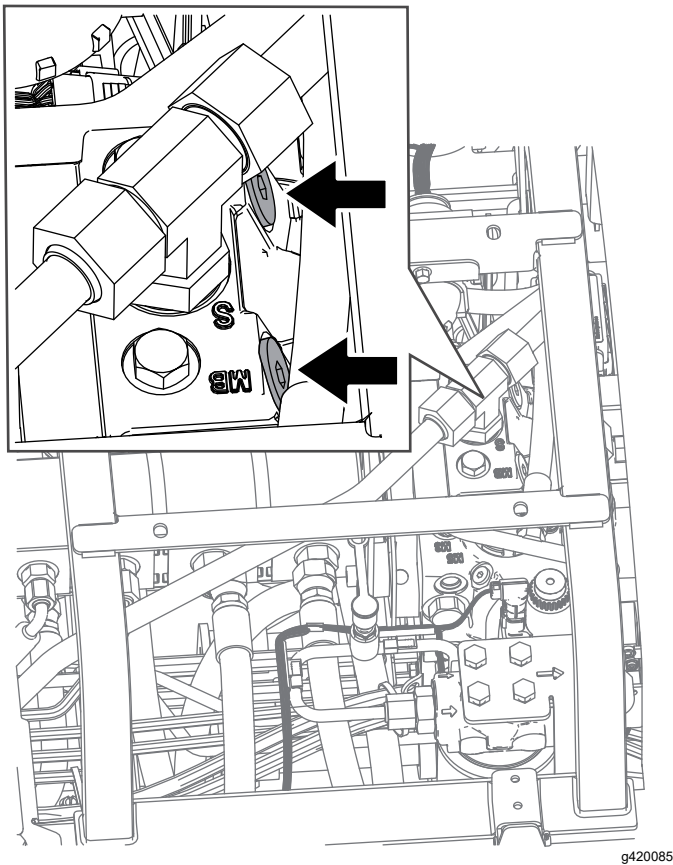

Figura 37
2. Individuate la posizione delle valvole di bypass sotto al sedile e sopra all'idrostatato (Figura 37).